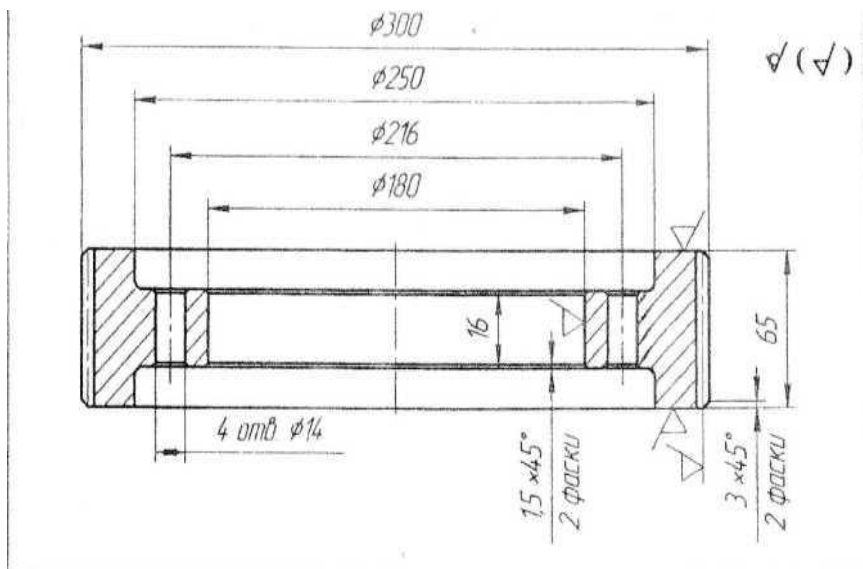

Рисунок 3. Зубчатый венец, Сталь 40Х.
3. По эскизу детали (рис. 3) разработайте эскиз штамповки с указанием припусков, штамп в разрезе. Рассчитайте массу заготовки и опишите процесс объемной открытой штамповки.